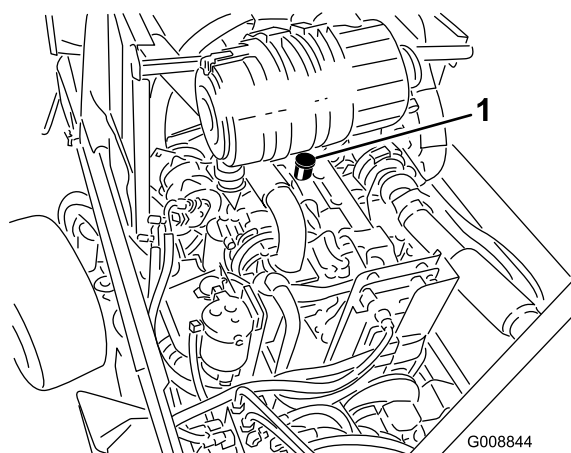

図 62
- 不足している場合 (Low マークよりも下) は、補給管についているキャップ (図 62) を取り、Full 位置までオイルを補給する。**入れすぎないこと。**